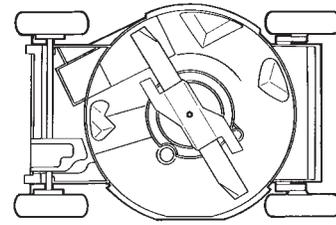

Figure 20
4. Basculez la tondeuse sur le côté **gauche** (filtre à air vers le haut) (Fig. 20).